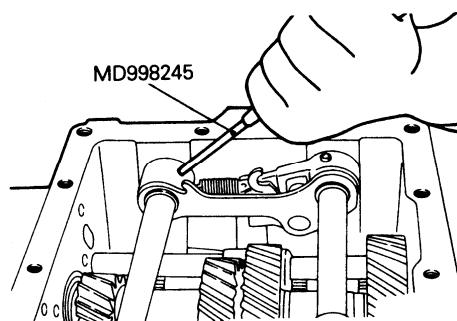

图 3-77 安装锁销
(23) 安装锁销时, 如图 3-77 所示, 用专用工具安装锁销。